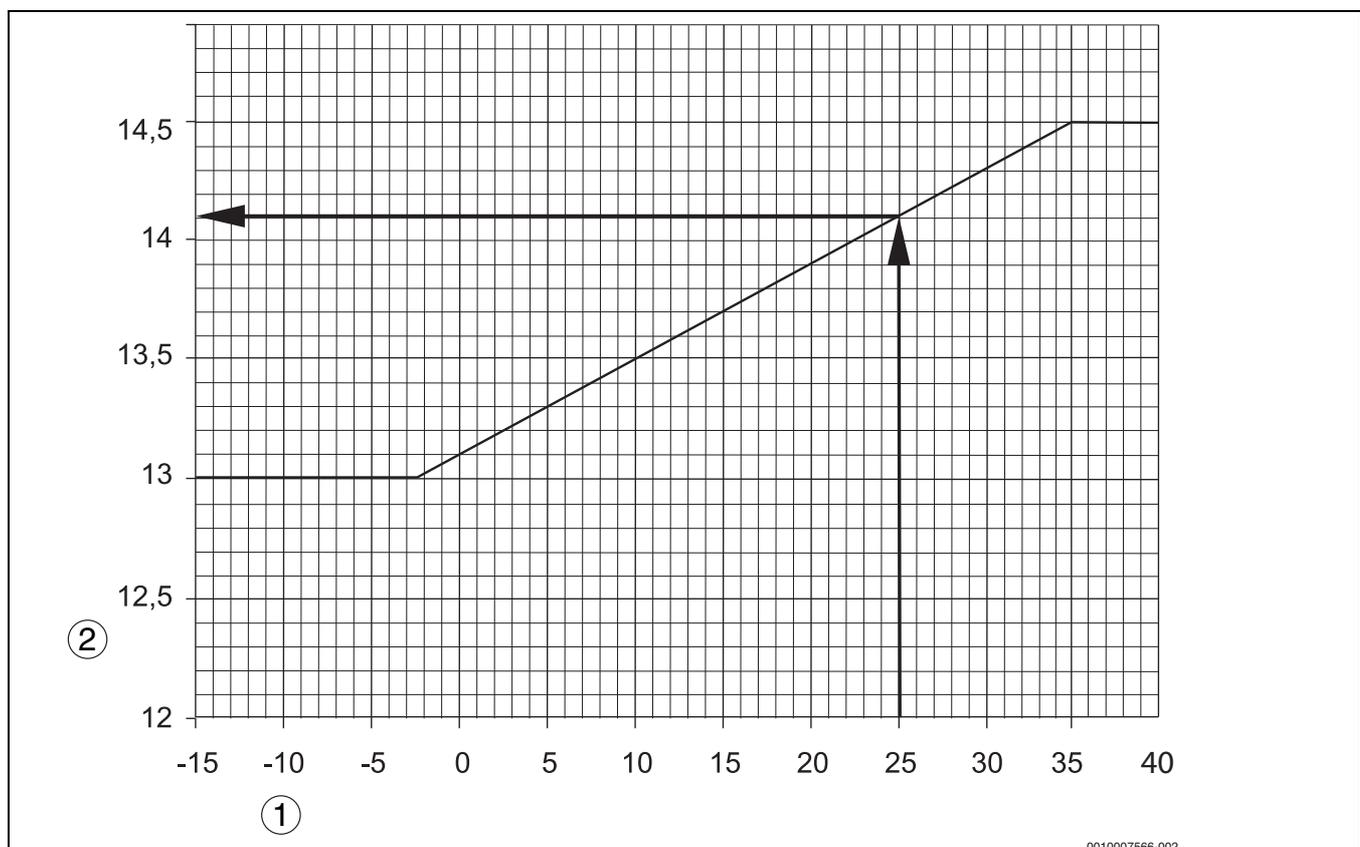
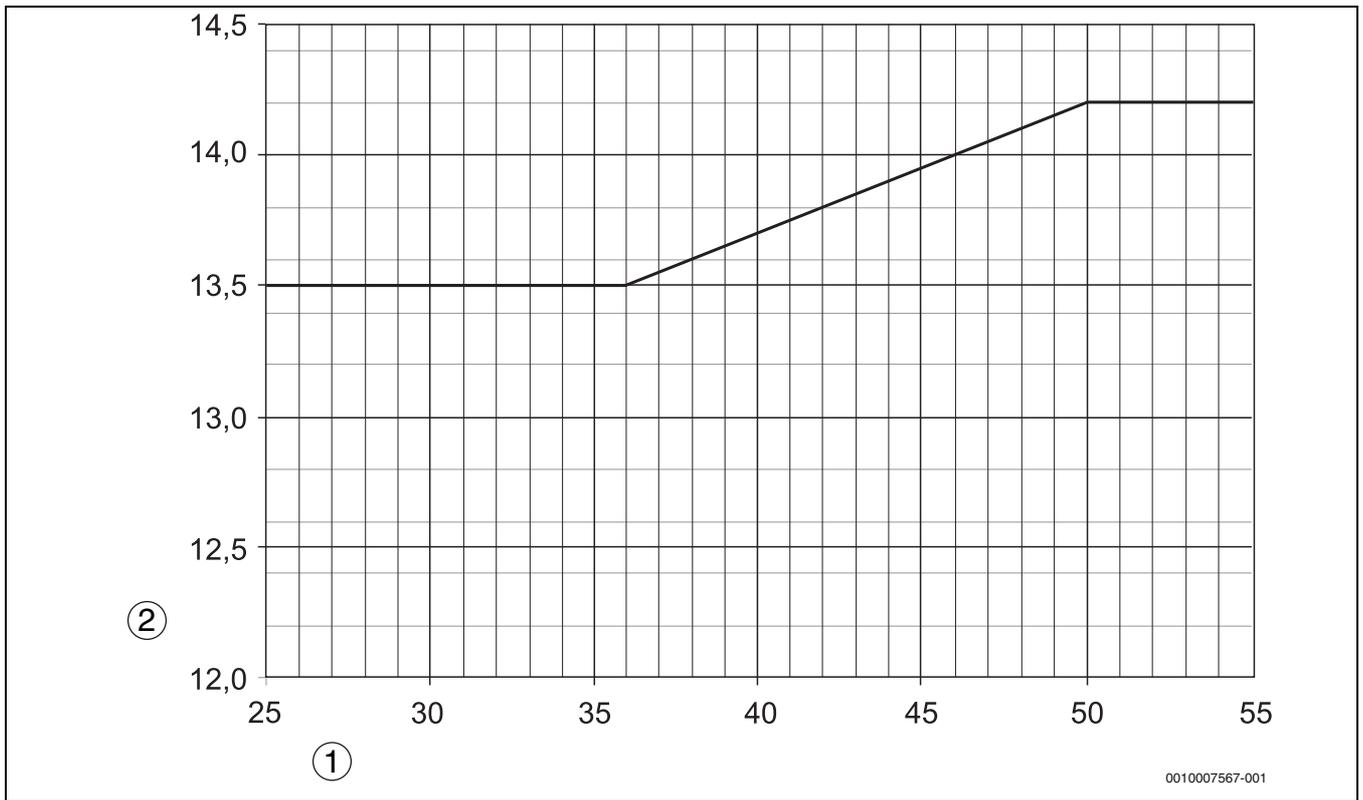

Bild 23 CO_2 -Einstellung bei Zuluft über Außenwandanschluss (Betrieb mit Ansaugschlauch)
Bild 24 CO₂-Einstellung bei Zuluft über konzentrische Zuluft- und Abgasführung (Betrieb mit Ansaug Schlauch)
- ▶ Wenn sich der CO_2 -Gehalt nicht alleine durch eine Anpassung der Ansaugluftführung einstellen lässt (statischer Gebläsedruck außerhalb des Einstellbereiches) oder nach einem Düsenwechsel: CO_2 -Gehalt nach Tab. 5 "Einstellwerte und Düsenbestückung" an der Druckregulierschraube der Ölpumpe gemäß Bild 23 oder Bild 24 nachregulieren, je nachdem, ob die Zuluft direkt über die Außenwand oder über ein konzentrisches Rohr angesaugt wird.